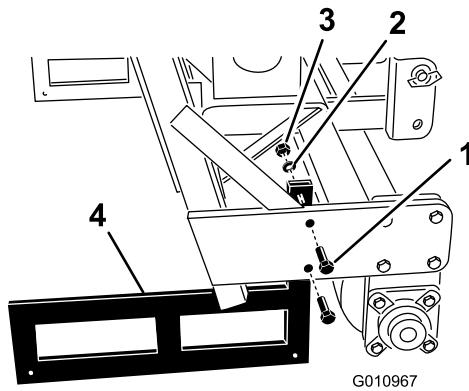

Figura 26
2. Retire los pernos y las tuercas que sujetan los soportes de almacenamiento a cada extremo del aireador (Figura 26).